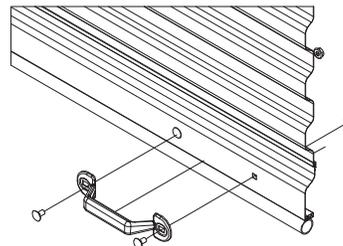

FIGURA 14:
- ▶ Instale las manijas en el exterior de la barra inferior con pernos de cabeza redonda con cuello cuadrado y tuercas de $\frac{1}{4}$ -20 x $\frac{5}{8}$ ". **Ver figura 14**.